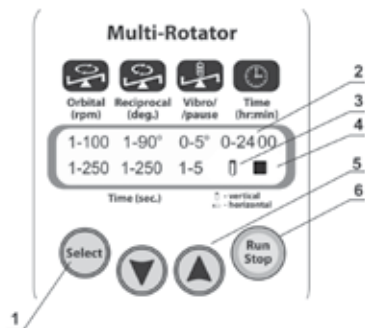

Figura 1. Pannello di controllo
- › Premere e tenere premuto il tasto **Select** per 4 secondi per cambiare la modalità di movimento reciproco (posizione del tubo - verticale o orizzontale). Quando l'icona del tubo (figura 1/3) è in posizione verticale, la rotazione reciproca parte da tubi in posizione verticale (piattaforma in posizione orizzontale). Quando l'icona del tubo è in posizione orizzontale, la rotazione reciproca parte da tubi in posizione orizzontale (piattaforma in posizione verticale).